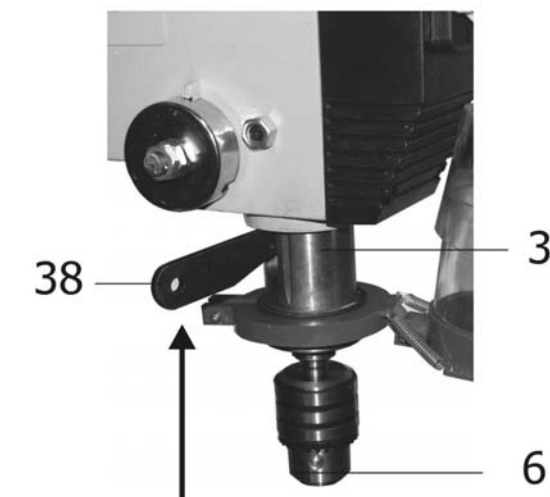

Рис.11
10.10. При необходимости можно использовать сверла с конусом MT2 для непосредственной установки в шпиндель, минуя использование сверлильного патрона (6), Рис.11.
10.11. Для снятия сверлильного патрона (6) из шпинделя используют клин (38), Рис.11. Для этого необходимо выключить станок согласно п.10.3, затем совместив вращением шпинделя паз в шпинделе с пазом на обойме (37), Рис.11. Вставить в этот паз клин (38), Рис.11, и легкими ударами снизу вверх по клину (38), Рис.11, выталкивать дорн (I), Рис.1, вместе со сверлильным патроном (6), Рис.11, из шпинделя.